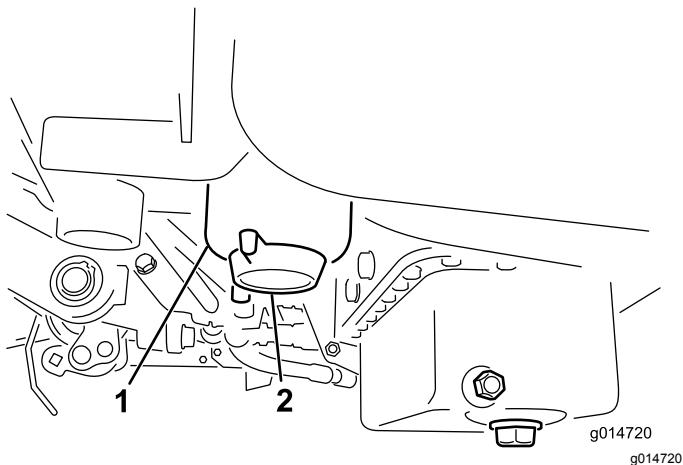

Рисунок 26
- Откройте сливную пробку на топливном фильтре примерно на один оборот и слейте всю накопившуюся воду (Рисунок 26).